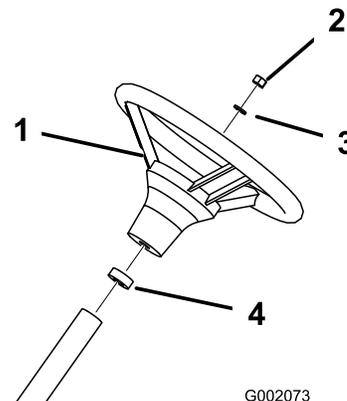

Figura 4
3. Fije el volante a la columna con la tuerca (Figura 4). Apriete la tuerca a 24-29 Nm.